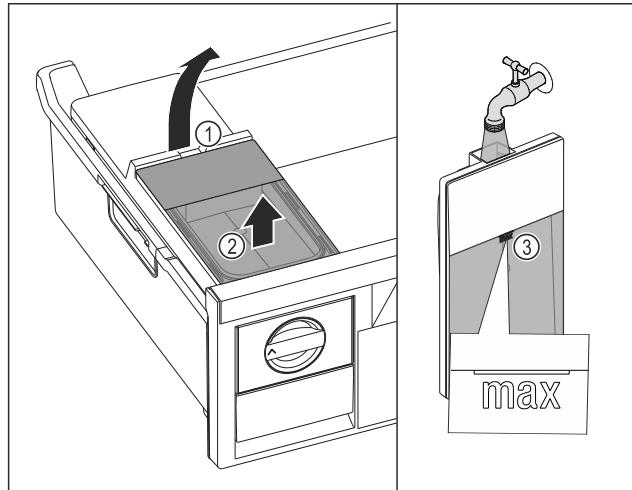

Fig. 128
- (1) Predal za zamrzovanje (4) Vrtljivi gumb z EasyTwist-Ice
- (2) Telo s posodo za ledene kocke
(3) Rezervoar za vodo
(5) Predal za ledene kocke
► Rezervoar za vodo napolnite s pitno vodo do oznake Fig. 128 (3).
- Dvignite rezervoar za vodo dvignite za izrez Fig. 128 (1).
- Rezervoar za vodo odstranite v smeri navzgor. Fig. 128 (2)